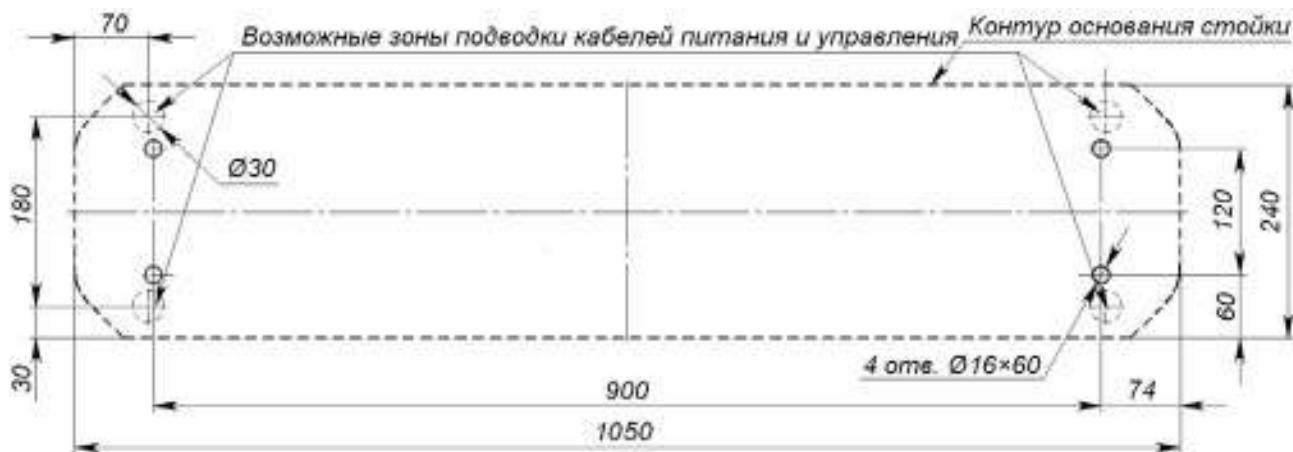
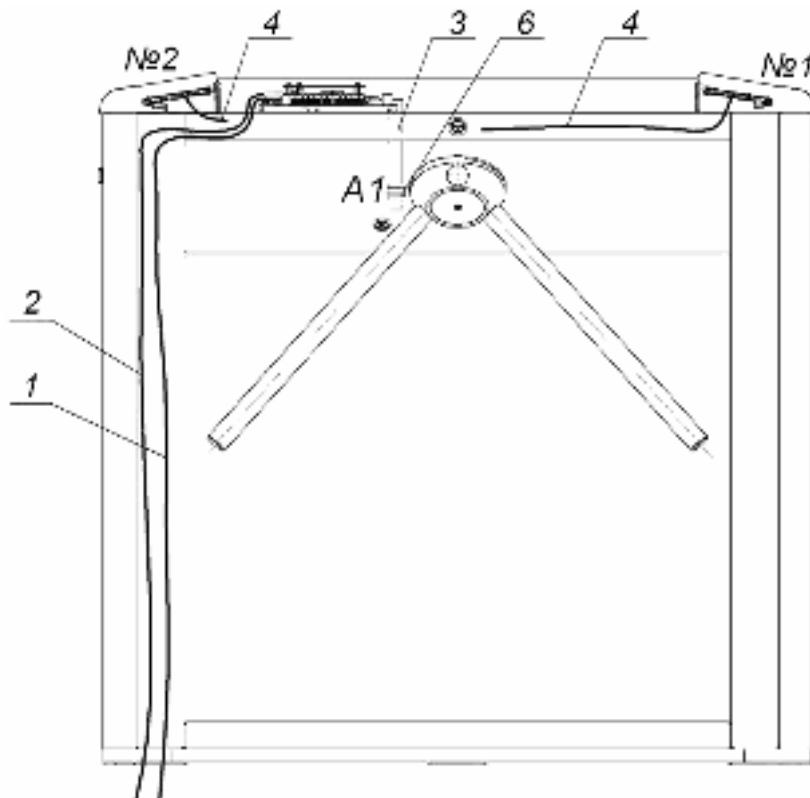
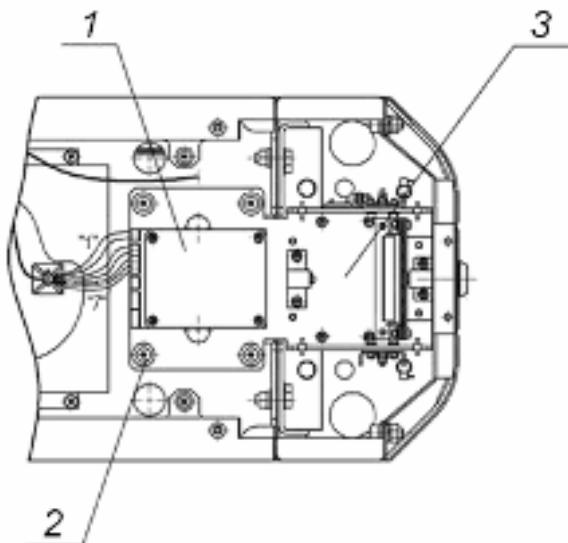

Рисунок 9 Схема разметки для установки стойки турникета
Рисунок 10 Схема прокладки кабелей в стойке турникета
Рисунок 11 Механизм картоприемника.
- Производить разметку установочных отверстий в соответствии с рис. 9;
- 2 Подготовьте в полу отверстия под гильзы анкеров для крепления стойки турникета (см. рис. 9). При необходимости прокладки кабелей под поверхностью пола подготовьте в полу кабельный канал, подходящий к зоне ввода этих кабелей в стойку турникета. Установку и крепление стойки производите после прокладки всех кабелей в кабельном канале и внутри стойки. Прокладка кабелей внутри стойки показана на рис. 10.
- 5 Снимите крышку турникета (3), открыв ключом замок (4, см. разд. 6).
Для переустановки механизма картоприемника (поз. 3, рис. 11) на противоположную сторону, т.е. на сторону считывателя №2 (см. рис. 10), необходимо выполнить следующие действия (номера позиций даны в соответствии с рис. 2, если не указано отдельно):
- 1 Снимите крышку (3) в порядке, указанном в разд. 6.
- 2 Извлеките контейнер картоприемника (12), открыв замок (13).
- 3 Извлеките заглушку (14) с противоположной стороны, открыв замок (15).
- 4 Демонтируйте торцевые крышки (9, 10); каждая крышка крепится двумя винтами M4×16 и двумя шурупами Ø4,2×19 снизу со стороны контейнера (12) или заглушки (14); кабели считывателей, находящихся внутри торцевых крышек не отсоединяйте.
- 6 Демонтируйте заглушку (11) из торцовой крышки (9) и установите ее в торцовую крышку (10); заглушка крепится двумя шурупами Ø2,9×9,5.
- 7 Отсоедините кабель картоприемника (поз. 8, рис. 10) со стороны платы картоприемника.
- 8 Демонтируйте механизм картоприемника (поз.3, рис. 11), – крепится четырьмя винтами M5×20, (поз. 2, рис. 11) и установите его на противоположную сторону турникета, закрепив на аналогичное место этими же винтами.
- 9 Переложите кабель картоприемника (поз. 8, рис. 10) на сторону считывателя №1. Для фиксации кабеля используйте самоклеющиеся площадки и неоткрывающиеся стяжки входящие в комплект поставки.
- 10 Подсоедините кабель картоприемника (поз. 8, рис. 10) к плате картоприемника согласно схеме (рис. А.2 Приложение А и рис. 3).
- 12 Установите в рабочее положение контейнер картоприемника (12) со стороны механизма картоприемника, а заглушку (14) – с противоположной стороны.
- 13 Установите крышку (3) в рабочее положение (см. разд. 6).
В конструкции турникета предусмотрена возможность для установки платы контроллера СКУД. Установка платы контроллера СКУД осуществляется на кронштейн (поз. 9, рис. 10). Максимальный возможный размер устанавливаемой платы контроллера СКУД 160×150×35 мм.